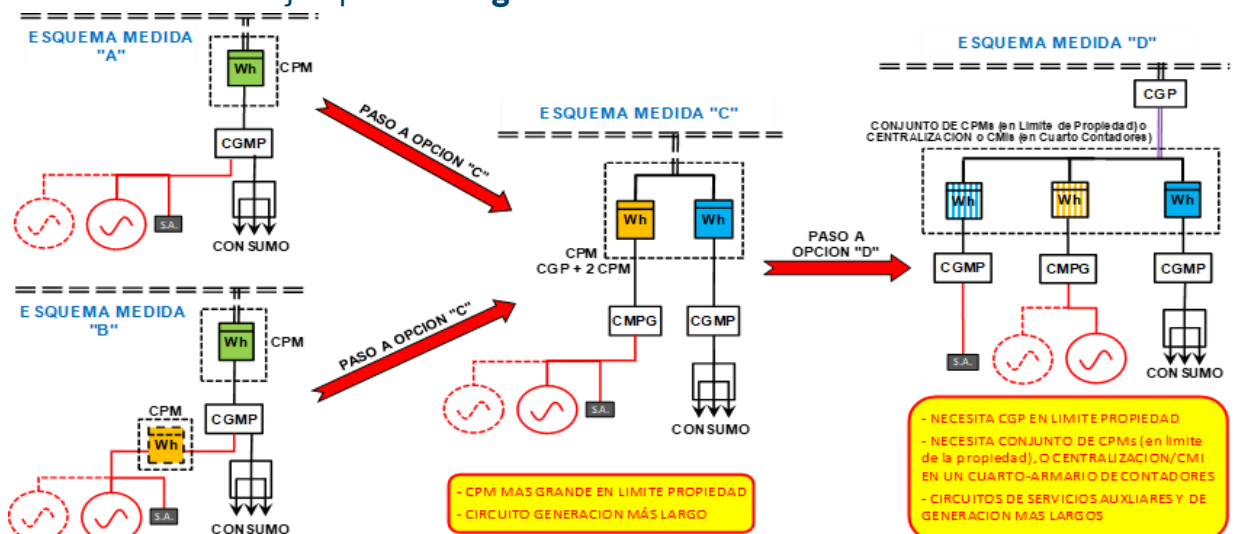

Figura 1. Implicaciones de optar por esquemas de medida C o D.
(1) Los esquemas de medida C y D, para autoconsumos cuya proximidad es en “Red Interior” o “Mixta”, son opcionales (a criterio del titular) en sustitución del esquema A o B correspondiente.
- En autoconsumos BT en “Red Interior” o “Mixtos”, los esquemas de medida C y D son opcionales, exclusivamente a criterio del titular de la instalación, y sustituyen al esquema de medida A o B que realmente le corresponde. Dichos esquemas C y D, al tratarse de 2 ó 3 medidas en “Paralelo”, implican su instalación en un Punto de Medida accesible para la distribuidora lo que complica y encarece bastante las instalaciones de enlace (más puntos de medida y circuitos más largos), tal como se indica a modo de ejemplo en la **Figura 1**: